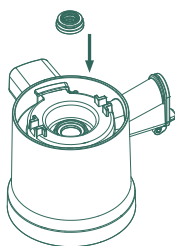

Fig. 16b
b. Après nettoyage, remettez-le dans le trou central. La petite surface rainurée doit faire face vers le haut (Fig. 16b). Assurez-vous que la rainure du joint d'étanchéité s'adapte bien dans le bol d'extraction.